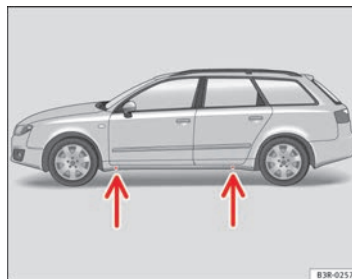

Fig. 194 Cambio di una ruota: Punti di appoggio per il cric
- Applicare il cric al montante inferiore della vettura nel **punto di appoggio** più vicino alla ruota da sostituire ⇒ pag. 269, fig. 194 -freccce-.
Sul montante inferiore sono segnati i punti a cui applicare il cric ⇒ pag. 269, fig. 194 -freccce-. È previsto un punto di presa per ogni ruota. Non collocare il cric in altri punti.